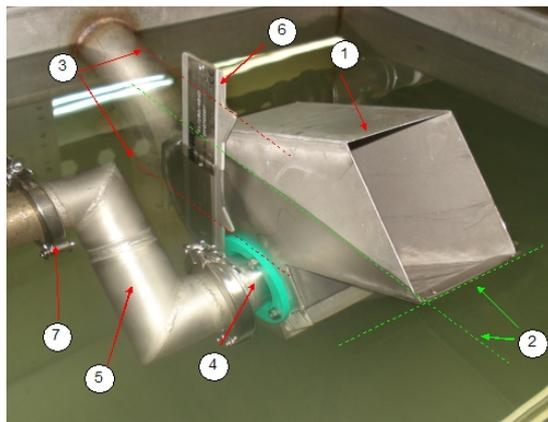

Figura 1.4: Uno skimmer fisso in uso.
- Lo skimmer è montato parzialmente immerso nel fluido, come mostrato in figura 1.4. Con il liquido al più alto livello, la parete posteriore dello skimmer (1) deve trovarsi al di sopra del livello del liquido (2).
- Uno skimmer fisso Suparskim® dispone di un intervallo specifico per quanto riguarda il livello del liquido(3). E' importante stabilire con precisione l'altezza di montaggio dello skimmer (vedi scheda tecnica E.7), in modo tale che il livello(2) rimanga entro l'intervallo (3).
- L'altezza di montaggio è l'altezza a cui dovrebbe trovarsi il tubo di aspirazione(4). L'utilizzo di un tubo a Z(5) permette di modificare l'altezza di montaggio dello skimmer dopo l'installazione.
- Il tubo di aspirazione dello skimmer deve essere orientato in modo tale che il contrassegno con la targhetta di identificazione(6) sia verticale. Se lo skimmer è montato alla giusta altezza, il livello del liquido rimarrà entro le due tacche(3) che si trovano sul contrassegno adesivo, di fronte alla targhetta di identificazione.
- Il collegamento tra tubo d'aspirazione dello skimmer e le tubazioni fisse è realizzato mediante accoppiamenti a tre clampe (7). Vedere la scheda tecnica E.8 per maggiori dettagli.